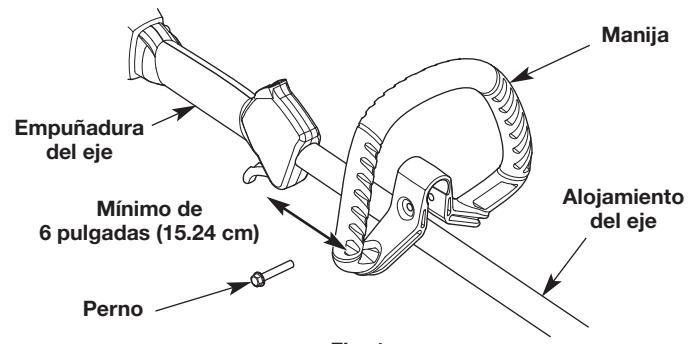

Fig. 1
- Oprima la manija hacia abajo sobre el alojamiento del eje (Fig. 1). El orificio del perno de la manija debe quedar a la derecha.
- Insera el perno en el orificio del perno y oprímalo para que pase a través de él (Fig. 1). Apriete el perno con una llave tubular de 3/8" pero no apriete por completo.
- Mientras sujetas la unidad en la posición de funcionamiento, desplace la manija hasta la ubicación que le ofrece el mejor agarre. Ubíquela como mínimo a 6 pulgadas (15.24 cm) del extremo de la empuñadura del eje (Fig. 1).
- Afloje el perno con una tubular de 3/8" (Fig. 1).